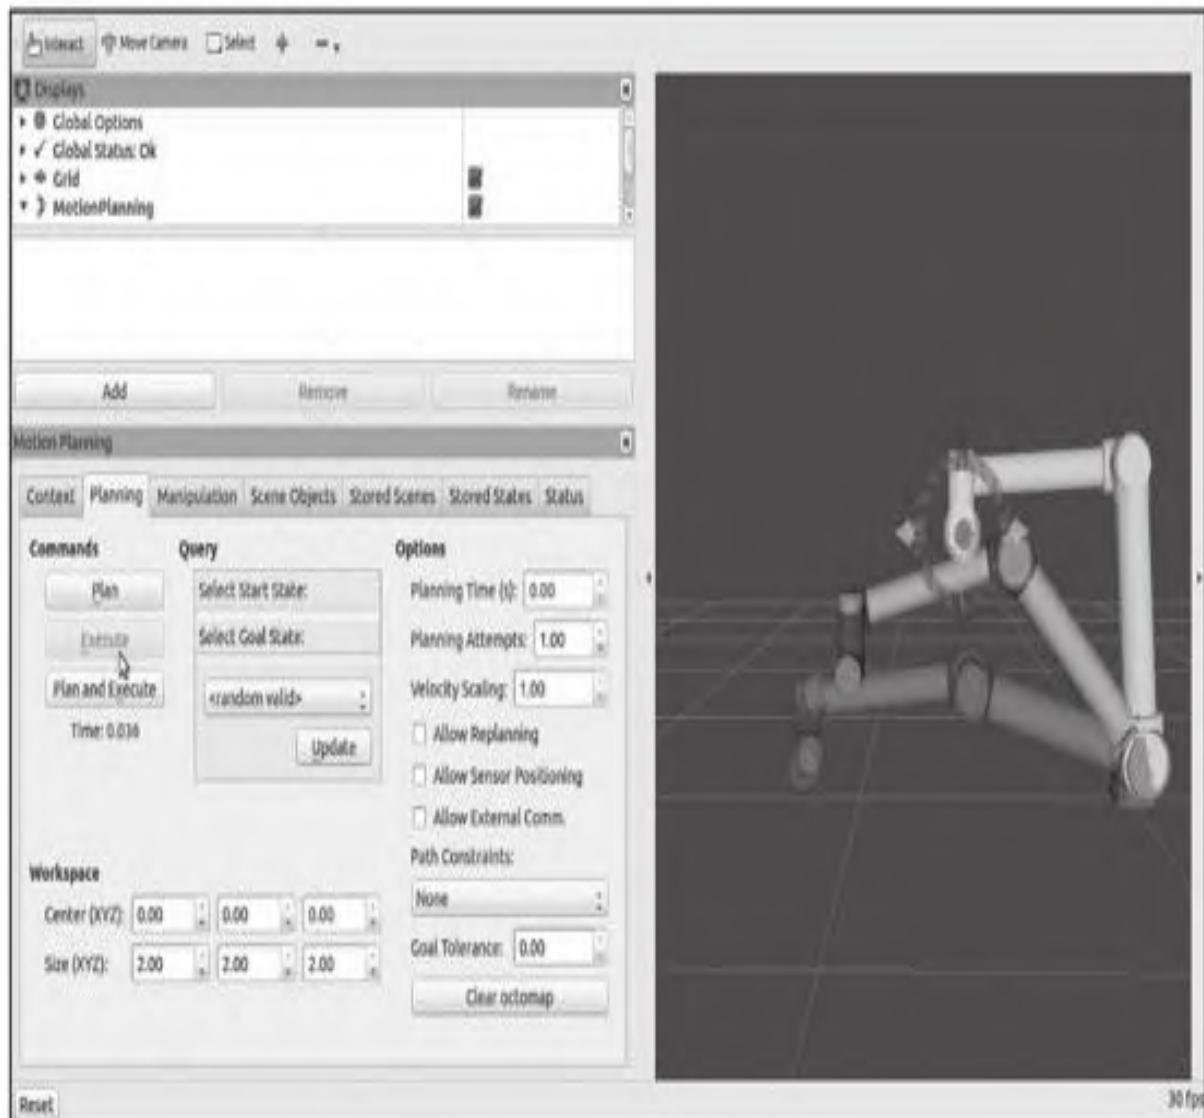

图14-9 RViz中UR-10的运动规划
3) 使用MoveIt!可视化插件启动RViz，如图14-9所示：